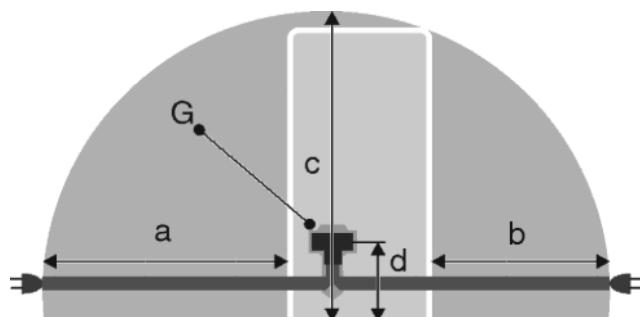

Fig. 20
- Розетка находится вне зоны задней стенки в данной зоне. *Fig. 20 (a, b, c)*
- Штекер устройства *Fig. 20 (G)* подсоединить с задней стороны устройства. Следить за правильной фиксацией.